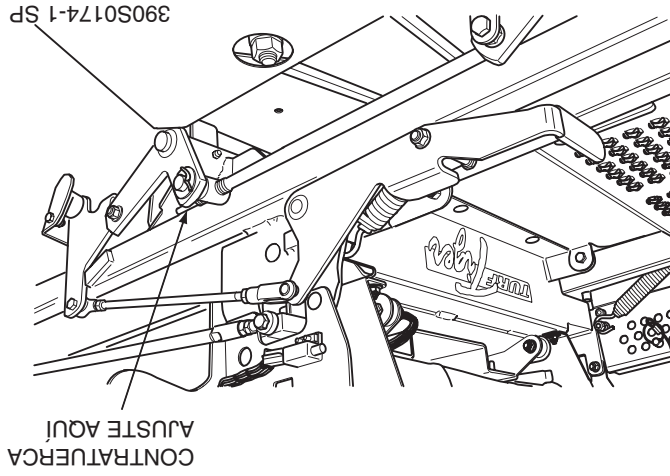

Figura 6-5. Ajuste de la plataforma de corte
1. Afloje las tuercas de bloqueo en ambas varillas de ajuste. (Vea la Figura 6.5)
2. Usando una llave en la contratuerca (Vea la Figura 6.5) gire las varillas de ajuste hasta que se alcance la inclinación adecuada en los lados derecho e izquierdo de la plataforma de corte. Apriete ambas tuercas de bloqueo.